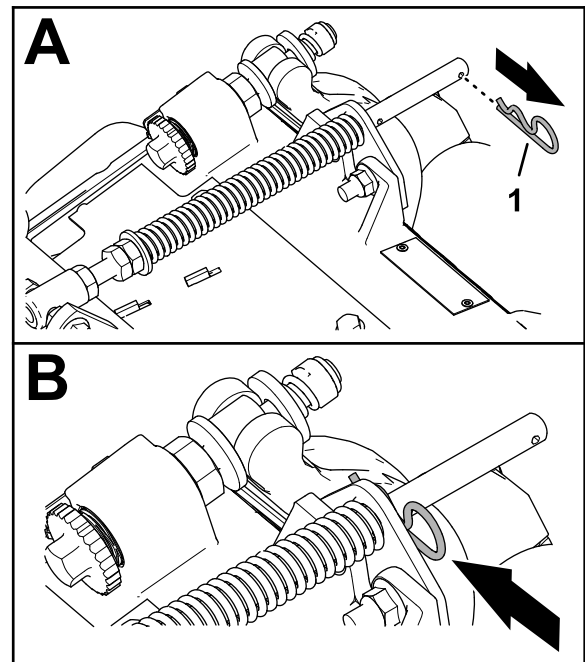

**Figure 11**
1. Si la goupille fendue se trouve dans le trou arrière de la tige du ressort de compensation, retirez-la et insérez-la dans le trou près du support (Figure 11).